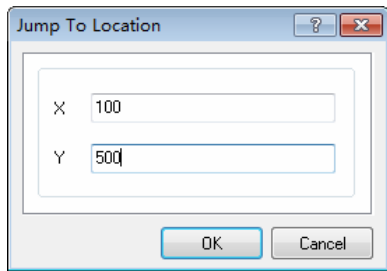

图 6-6 跳转到具体位置
2) New Location: 执行该命令后会弹出对话框, 如图 6-6 所示, 在其中输入新位置的 X 和 Y 坐标, 单击 OK 按钮后光标即跳转到新位置。